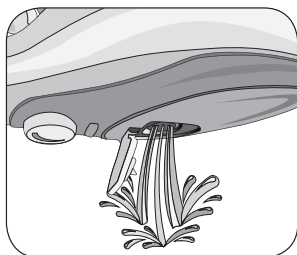

Fig. 10
Ruotare la manopola di regolazione vapore (F) su "0". Scollegare il cavo di alimentazione dalla presa di corrente. Svuotare completamente il serbatoio dell'acqua in modo da evitare che il ristagno dell'acqua favorisca la formazione del calcare (Fig. 10).